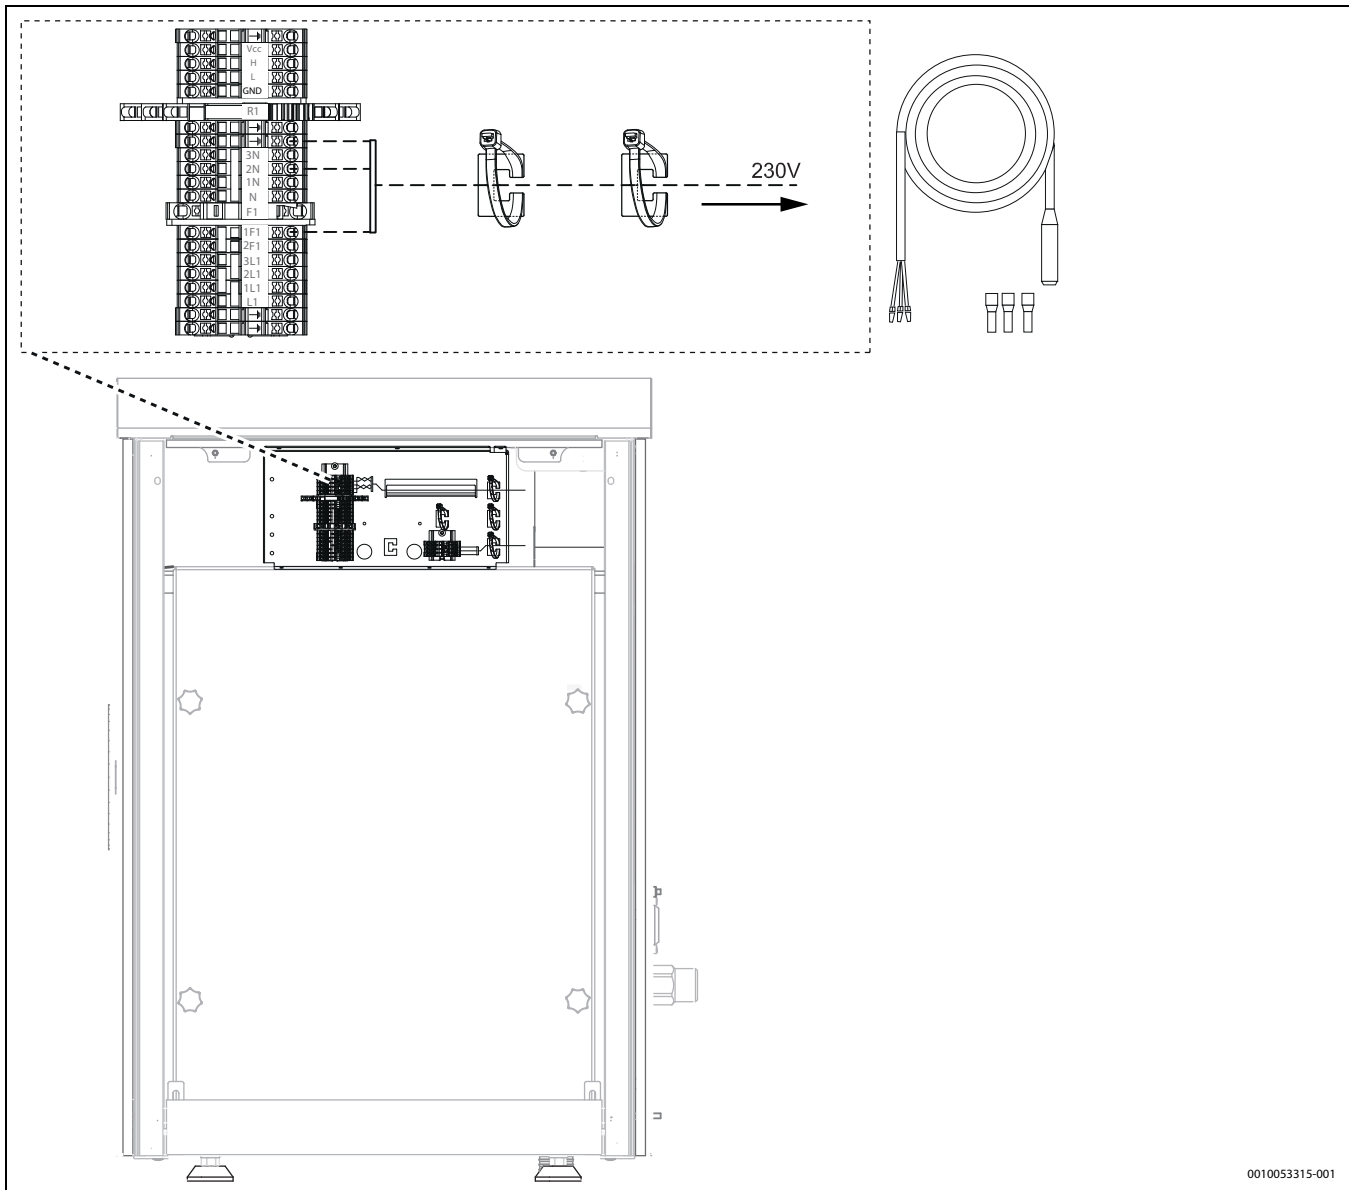

Bild 38 Heizkabelanschluss (Zubehör)
- ▶ Kabel entsprechend → Abbildung 38 anschließen.